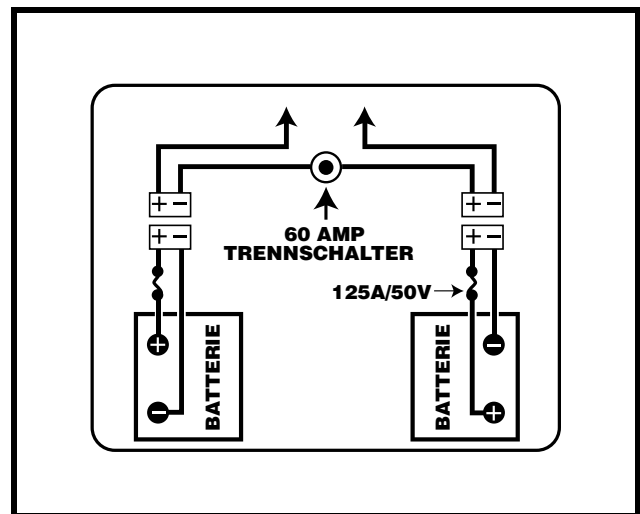

Abb. 13. Batteriekabelverlauf
6. Legen Sie neue Batterien ein. Jeder Anschluss sollte vom Sitzpfosten wegschauen. **Siehe Abb. 13.**